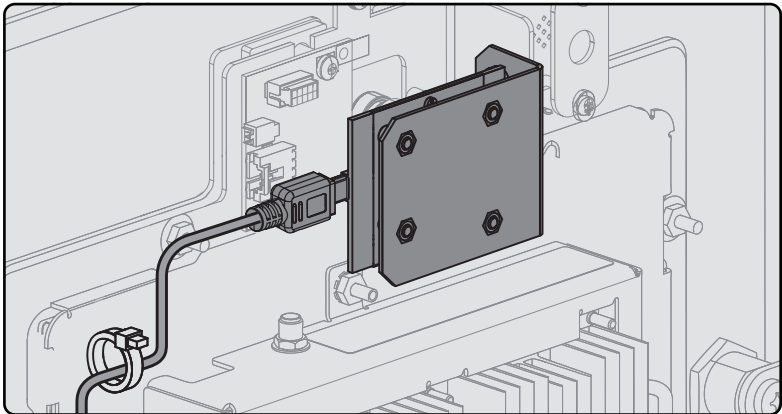

Figura 2. Pasar el cable USB
- 7. Pase el cable USB y sujételo con las bandas de sujeción que se incluyen. (Figura 2)